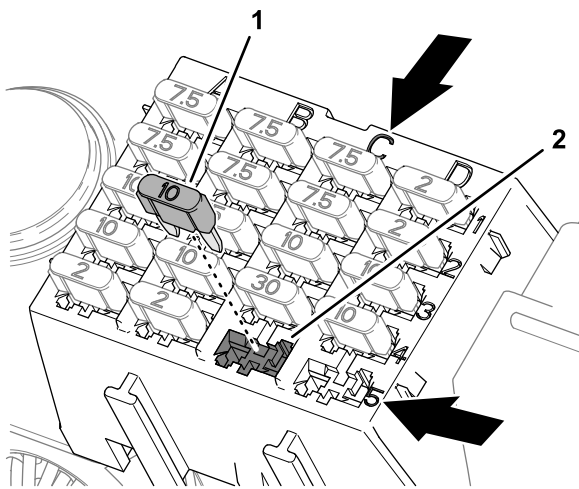

Figure 11
3. Insérez le fusible (10 A) dans l'emplacement C5 du porte-fusibles (Figure 11).